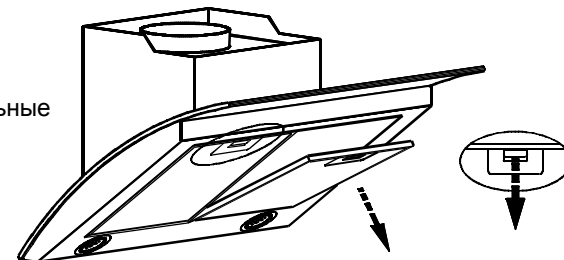

РИС. 14
8.3 Для очистки алюминиевого фильтра извлеките его из зонта (рис. 14) и произведите его очистку с помощью щетки горячим водным раствором нейтрального мощного средства вручную или в посудомоечной машине (при 60°C).